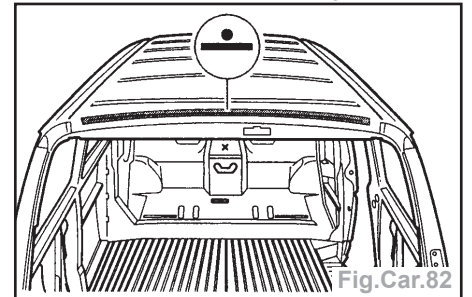

Fig.Car.82
- Tirer en arrière les pièces neuves par-dessus le cadre de pavillon et les souder à la pointeuse électrique (Fig.Car.82).